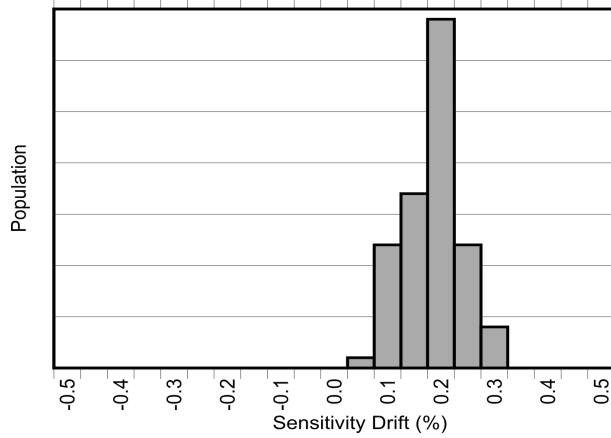
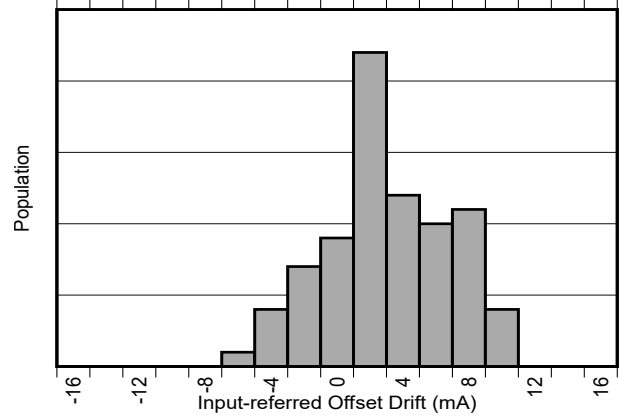

图 8-3. AEC-Q100 高温工作寿命应力测试后的灵敏度误差漂移
图 8-4. AEC-Q100 高温工作寿命应力测试后的以输入为基准的失调漂移
除了较大的热漂移之外，典型的磁性电流传感器由于在器件的寿命内老化，其灵敏度还会出现 2% 到 3% 的额外漂移。TMCS1133-Q1 中用于降低温度漂移的相同专有补偿技术也用于大大降低由于应力和环境条件（尤其是在较高的运行温度下）引起的老化而导致的寿命漂移。如 电气特性 所示，TMCS1133-Q1 具有行业出色的寿命灵敏度漂移，这是在标准三批 AEC-Q100 认证期间，在 130°C 和 85% 相对湿度 (RH) 下进行高加速应力测试 (HAST) 后实现的。在按照 AEC-Q100 认证规定进行 1000 小时、125°C 高温工作寿命应力测试后，还观察到 电气特性 中规定的界限内的低灵敏度和温漂。这些测试模拟了器件在使用寿命期间的典型运行情况，表明与典型的磁性电流传感器相比，由于老化导致的器件性能变化得到了极大的改善。图 8-3 和 图 8-4 展示了在进行 AEC-Q100 规定的 1000 小时、125°C 高温工作寿命应力测试后的灵敏度和失调电压漂移。器件的运行性能在器件的整个生命周期内存在差异。该测试模拟了典型的器件寿命，并表明器件与典型磁传感器相比可能会大幅提高性能。